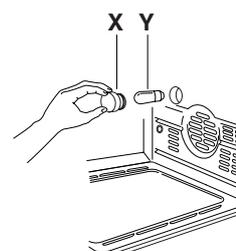

fig. 15
- retire o vidro de protecção (X) desapertando-o no sentido contrário ao dos ponteiros do relógio e substitua a lâmpada (Y) por outra do mesmo tipo. (consulte a fig. 15). Aperte novamente o vidro de protecção (X).